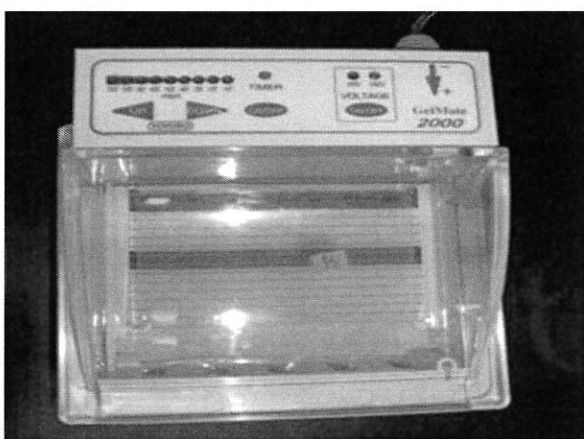

図9 電気泳動槽
⑩ PCR反応液に泳動マーカを加え、混合。電気泳動槽(図9)のアガロースゲルの穴に入れる。